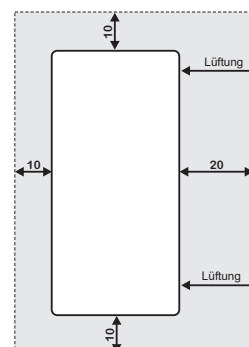

Abb. 3: Zwischenräume (mm)
**Achtung!** Weiterhin gelten Mindestabstände zum Schaltgerät (siehe Abb. 3: Zwischenräume).